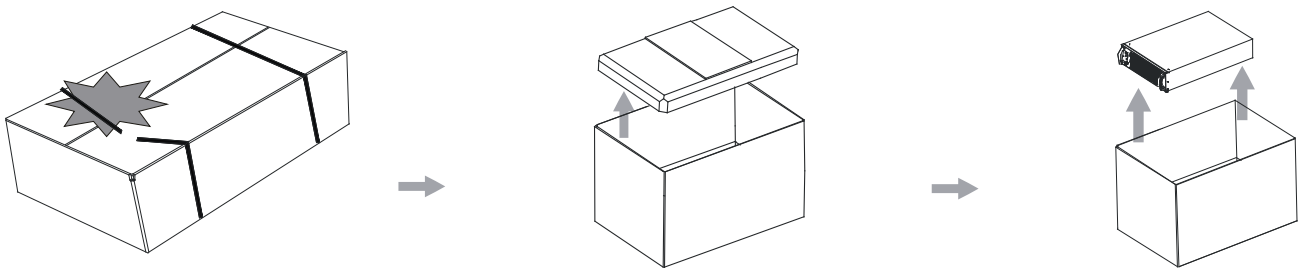

图 3-7: UPM 模块包装拆卸
1. 切断包装带，打开纸箱（图 3-7）；
2. 向上取出缓冲材料（图 3-7）；
3. 取出 UPS 模块（图 3-7）。